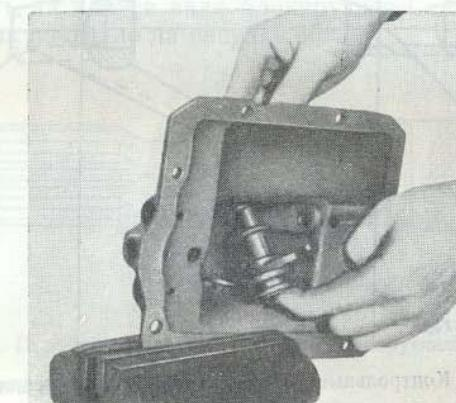

Рис. 84. Снятие вала переключения передач
9. Отвернуть три болта, снять фланец вала переключения и вытащить пружину. Опустив вал с муфтой и двумя шайбами, вынуть его через боковую полость крышки (рис. 84).